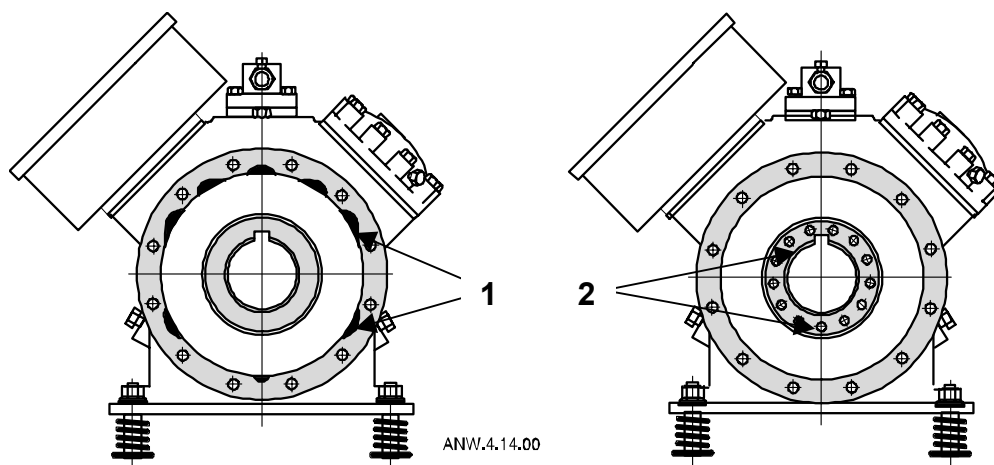

рис.30 Вид компрессора со стороны электродвигателя после снятия камеры всасывания
Компрессоры D4S и D6S производятся со специальной конструкцией корпуса для байпасирования газа (см. рис. 30). Всасываемый газ проходит через отверстия вокруг статора (1), но не попадая в пазы на роторе (2), как это было ранее. Это позволяет снизить потери и повышает эффективность. У компрессора D8S нет изменений в конструкции.